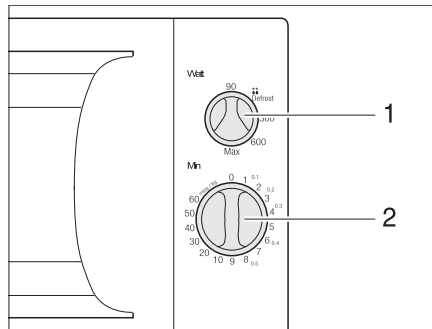

Bild 141 Reglage för mikrovågsugn
- Välj effekt med vridregulatorn (Bild 141,1).
- Välj tiden med vridregulatorn (Bild 141,2). Processen startar.